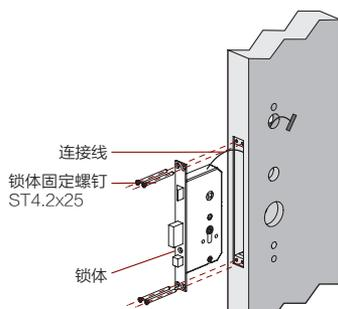

图 8
- 6-2 如图 8，将锁体装入开好槽内，注意避免颠倒上下位置，并用螺钉固定。